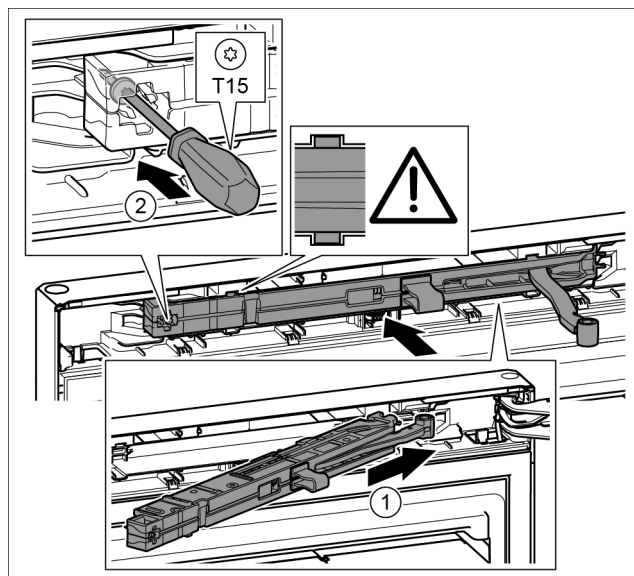

Fig. 41
- ▶ 将托架侧面的关门阻尼单元倾斜插入凹槽直至止挡装置。 Fig. 41 (1)
- ▶ 用 T15 螺丝刀拧紧螺钉。 Fig. 41 (2)